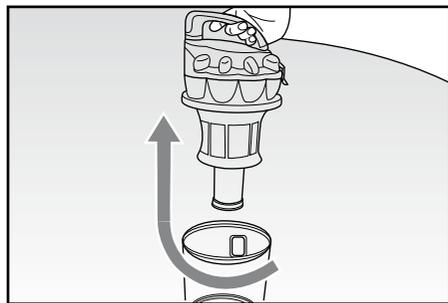

Fig. 10
- извлеките весь фильтр, поворачивая его по часовой стрелке (рис. 10).